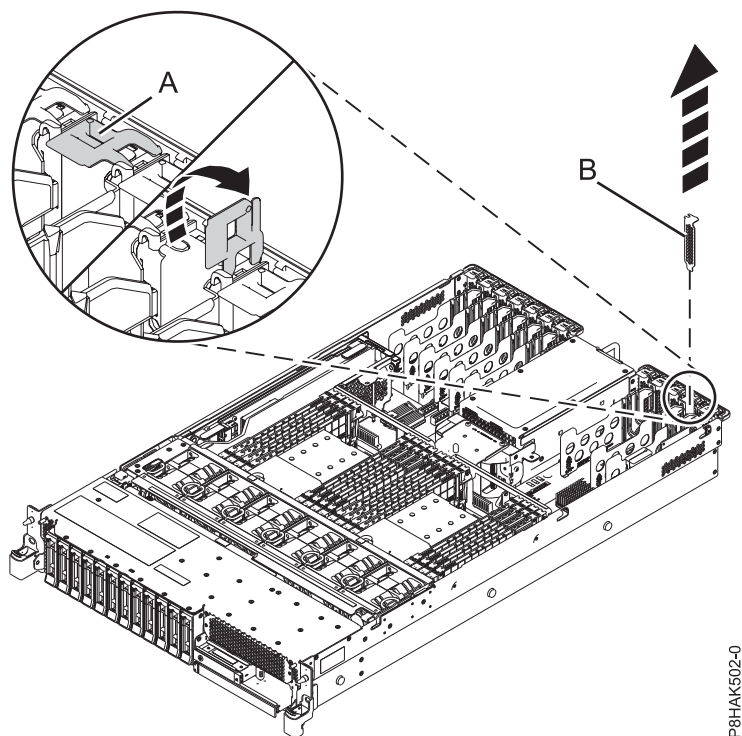

Figure 28. Retrait d'un obturateur d'un emplacement de carte PCIe sur un système 5148-21L, 5148-22L, 8247-21L, 8247-22L, 8284-21A ou 8284-22A
Pour retirer l'obturateur, saisissez-le avec précaution (B) par son bord supérieur ou sa contre-poupée et retirez-le du système. Voir figure 28, à la page 46.